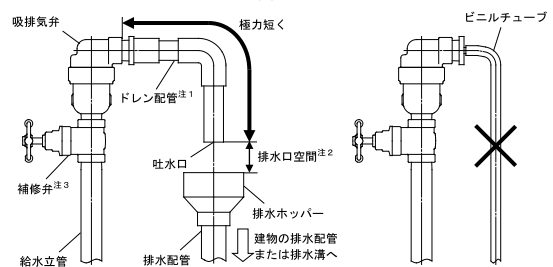

図2b
2) 保守点検時に止水できるよう、開閉が容易で吸排気弁の性能を妨げない仕切弁やボール弁等の補修弁を必ず設置してください（図2b）。
3) 万が一の排水に備えて、ドレン配管を同径の鋼管または塩化ビニル管等で接続し、所定の排水口空間を設けて建物の排水配管へ導いてください。この時、ビニルチューブ等の細い管で施工すると吸気量が大幅に減少し、逆流を防ぐことができません（図2b）。